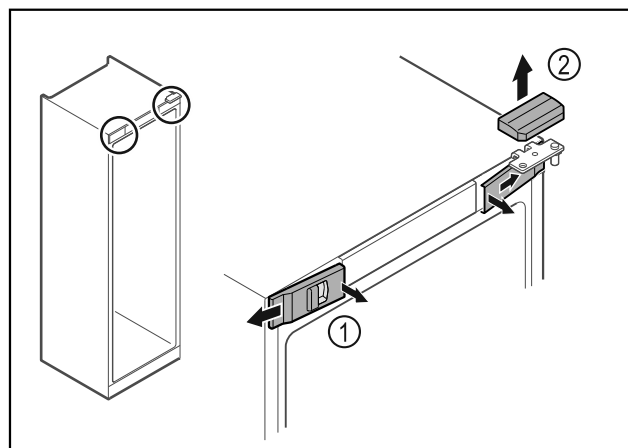

Fig. 9
- Klik de forreste indvendige afdækninger Fig. 9 (1) ud, og tag dem af i siden.
- Tag den øverste afdækning Fig. 9 (2) af opefter.